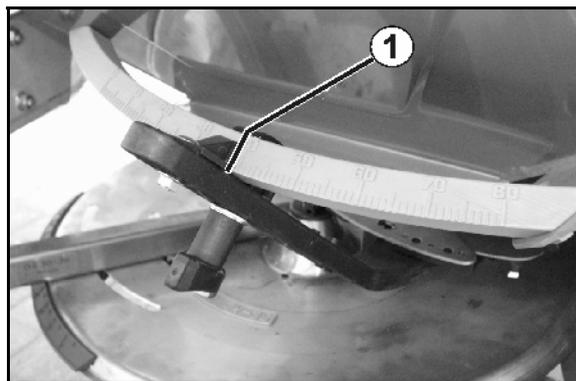

Fig. 30
10. Premere il tasto  ,  sino a quando l'angolo di lettura (Fig. 30/1) del disco spargitore sinistro non indichi la posizione delle paratoie appropriata.